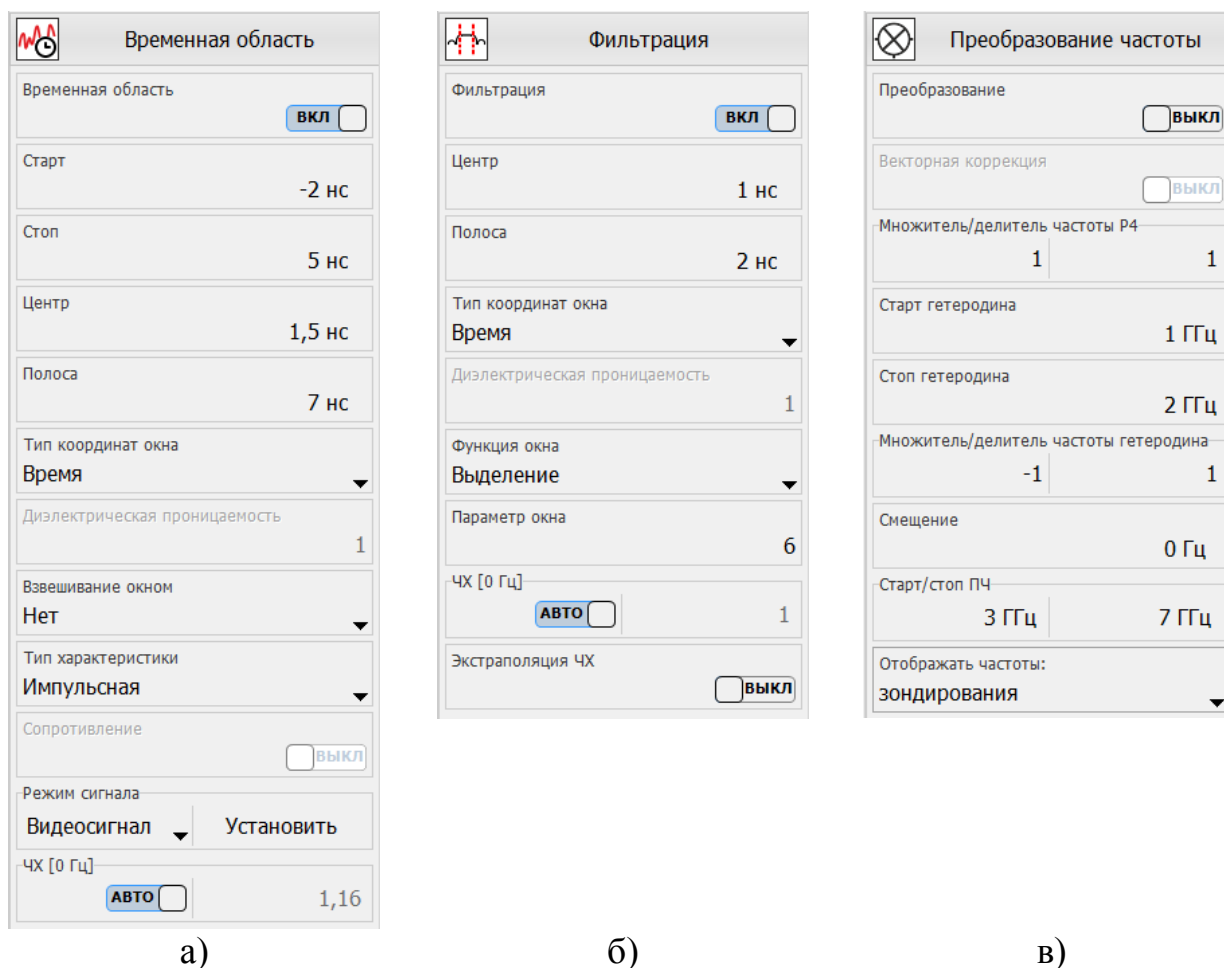

Рисунок 2.19 – Панели управления «Временная область» (а), «Фильтрация» (б) и «Преобразование частоты» (в)
**Панель управления «Временная область»** (рисунок 2.19-а) используется для настройки преобразования характеристик во временную область (опция ВОП), описанного разделе 5.6.2, и содержит следующие поля:
**Панель управления «Фильтрация»** (рисунок 2.19-б) используется для настройки функции фильтрации во временной области (опция ВОП), описанной в разделе 5.6.3, и содержит следующие поля:
**Панель управления «Преобразование частоты»** (рисунок 2.19-в) используется для конфигурации измерений частотно-преобразующих устройств (опции СЧП, СПА), описанных в разделе 5.10.3, и содержит следующие поля: